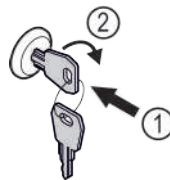

Fig. 132 Beispielhafte Darstellung
- ▶ Schlüssel hineindrücken Fig. 132 (1).
- ▶ Schlüssel um 90° im Uhrzeigersinn drehen Fig. 132 (2).